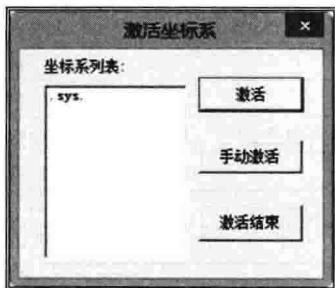

图 1-9 “激活坐标系”对话框
①单击【激活坐标系】图标，或者单击【工具(T)】→【坐标系(C)】→【激活坐标系】，系统弹出对话框，如图1-9所示。②拾取坐标列表中的某一坐标系，单击激活图标，可见该坐标系已激活，变为红色。单击激活结束，对话框关闭。③单击手动激活图标，对话框关闭，拾取要激活的坐标系，该坐标系变为红色，表明已激活。